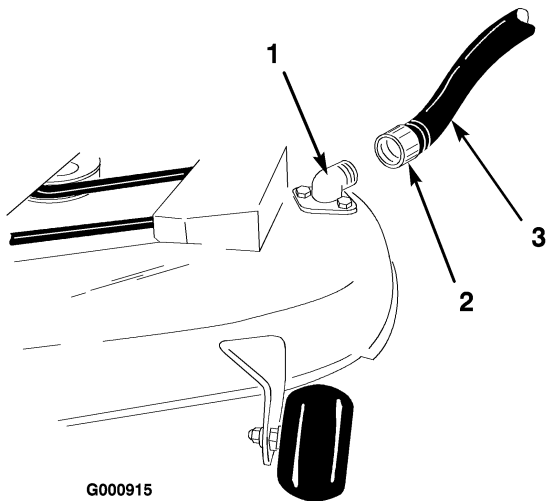

Bild 53
4. Montieren Sie die Schlauchkupplung auf die Kupplung am Mähwerk-Spülanschluss und drehen Sie das Wasser mit starkem Druck auf (Bild 53).